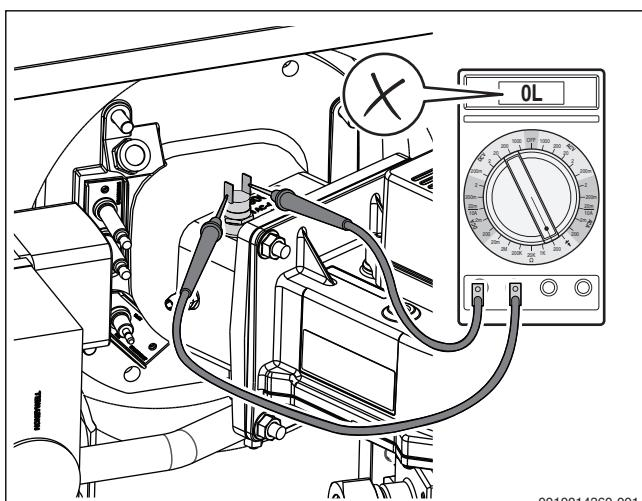

Рис. 64 Измерение электрического сопротивления на контактах реле контроля температуры (реле неисправно)
- Если сопротивление равно нулю или > 1 Ом (→ рис. 64), то обратитесь в заводскую сервисную службу с целью возврата или замены реле контроля.